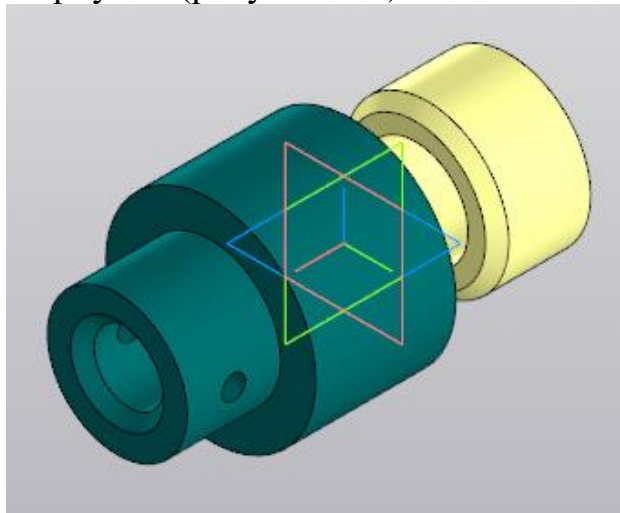

Рисунок 151.
3. Кольцо станет на одну ось с корпусом (рисунок 151).